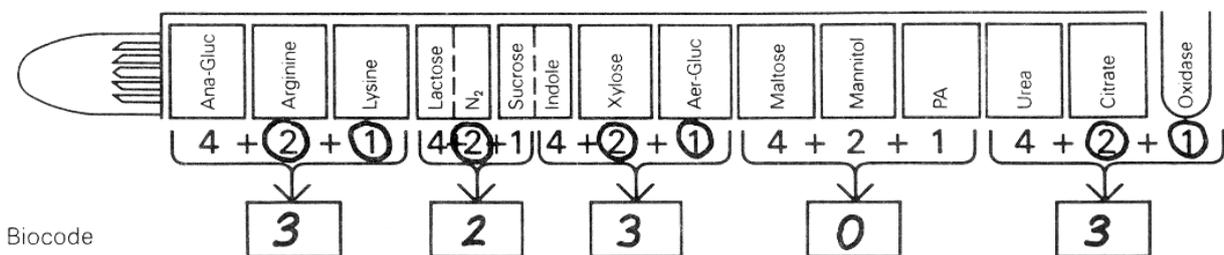

Figura 6 - Blocchetto dei risultati
3. Indicare ciascun risultato positivo del test e includere un risultato dell'urea a 48 h tracciando un cerchio attorno al numero che si trova sotto lo scomparto appropriato sul blocchetto dei risultati (**Figura 6**).
6. Sommare tutti i numeri circolettati all'interno di ciascuna sezione tra parentesi ed immettere il totale nello spazio indicato sotto le frecce (**Figura 6**).
8. Trovare questo numero a cinque cifre nel manuale dei biocodici **BBL Oxi/Ferm Tube II**. Questo è il numero usato per identificare il genere e/o la specie del microrganismo. Il numero di codice indicato nell'esempio qui sopra e nella Figura 6, è risultato corrispondente all'identificazione di *Pseudomonas aeruginosa*.